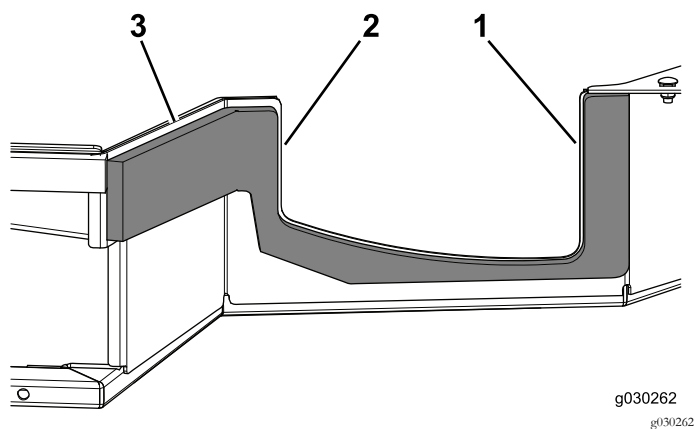

Figura 11
6. Utilize as medições indicadas em Figura 11 para colocar o vedante.